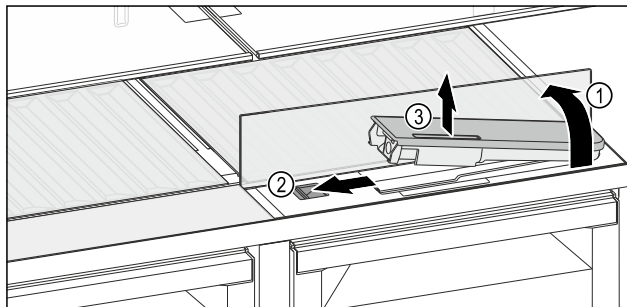

Fig. 144
- ▶ Поднять стеклянную панель и откинуть до упора назад Fig. 144 (1).
- ▶ Сдвиньте ползунок Fig. 144 (2) влево.
- ▶ Вынуть бак для воды Fig. 144 (3).